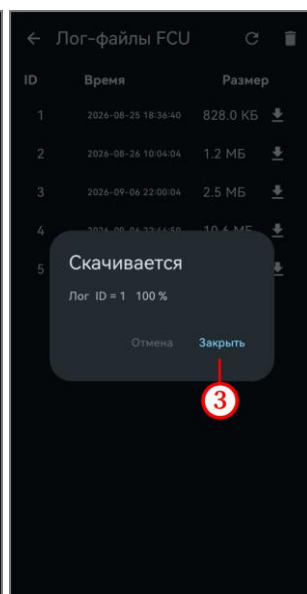

Рисунок 60
- нажать на кнопку «Заккрыть» (рисунок 60, шаг 3);